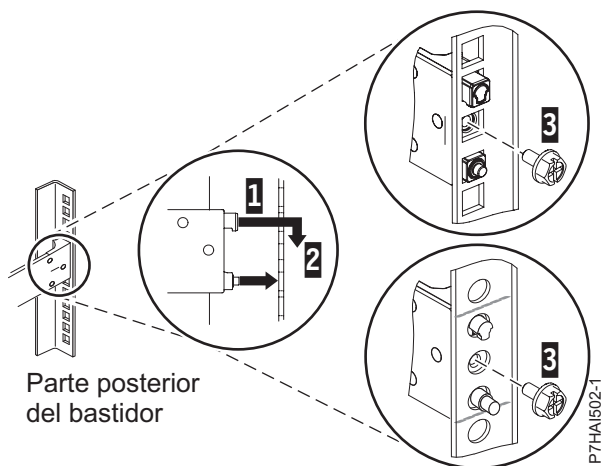

Figura 3. Alineación de las patillas con los orificios de la parte posterior del bastidor
3. Alinee las dos patillas de la parte posterior del riel deslizante con los orificios superior e inferior dentro de la unidad EIA seleccionada que se marcaron anteriormente. Tire del riel deslizante hacia usted para insertar las dos patillas en los orificios del bastidor (1), y baje el riel deslizante (2) para fijar el mecanismo de enganche de la patilla superior. Para conocer detalles, consulte la Figura 3 en la página 5. Asegúrese de que las dos patillas sobresalen de los orificios antes de proceder con el paso siguiente.